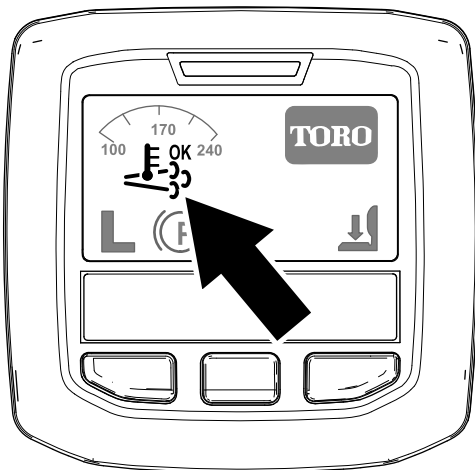

Figura 32
- O ícone da regeneração assistida/de reposição surge no InfoCenter (Figura 32).